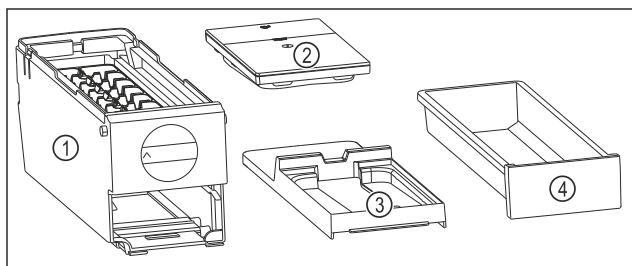

Fig. 147 Составные части EasyTwist-Ice
- ▷ EasyTwist-Ice разобран на четыре части. (см. Fig. 147)
- ▶ Разбирайте EasyTwist-Ice только на составные части, представленные на рисунке. (см. Fig. 147)
- ▶ Очищайте корпус EasyTwist-Ice Fig. 147 (1) как цельное устройство.